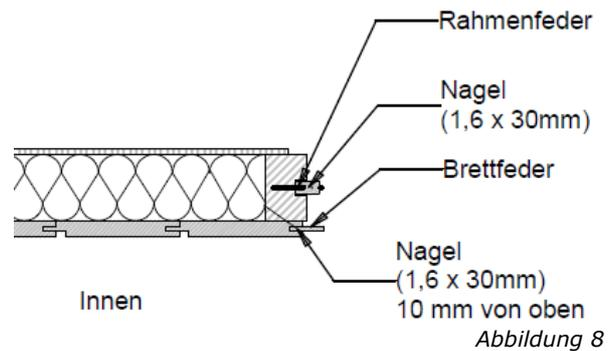

Abbildung 8
8. Die Rahmenfeder im oberen Drittel mit einem Nagel zum Wandelement (1,6 x 30 mm) befestigen (Abbildung 8).
3. Rahmenfedern einsetzen (siehe Abbildung 8 Seite 7)